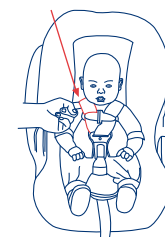

Fig. 38-1
**NO USE** el asiento de seguridad aun como portador, si el arnés no se abrocha fijamente. Por favor llame a Baby Trend al (800) 328-7363 para obtener ayuda.
- ii) Desde el frente del Asiento de Seguridad, tire hacia afuera la correa ajustadora del arnés para ajustar las correas del arnés. Asegúrese de que ambas correas del arnés estén estiradas y ajustadas sobre los hombros de su niño. El arnés está correctamente ajustado si Ud. no puede insertar más de un dedo entre la correa del arnés y el hombro de su niño. (Ver Fig. 38-1)
- ii) Desde el frente del Asiento de Seguridad, tire hacia afuera la correa ajustadora del arnés para ajustar las correas del arnés. Asegúrese de que ambas correas del arnés estén estiradas y ajustada sobre los hombros de su niño. El arnés está correctamente ajustado si Ud. no puede insertar más que un dedo entre la correa del arnés y el hombro de su niño. (ver Fig. 38-1)